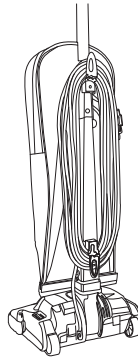

Fig. 6
4. Enrolle el cable en el sentido de las agujas del reloj, alrededor de los ganchos superior e inferior para el cable (Fig. 6). Sujete el enchufe al cable envuelto utilizando el canal del enchufe. Cuando no esté en uso, almacene el aparato bajo techo en un área limpia y seca donde no pueda dañarse ni causar lesiones.